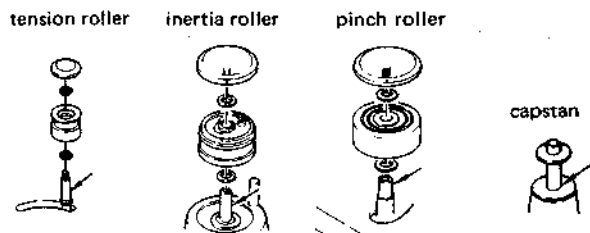

Fig. 2-19
2. テンション・ローラ、ガイド・ローラ、ピンチ・ローラには数滴、キャプスタンには一滴、それぞれ図2-19に矢印で示す個所に注油する。